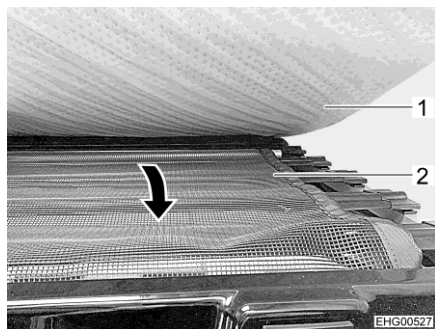

Fig. 52 Rete protettiva
- Sfilare la rete protettiva (Fig. 52,2) sotto il materasso (Fig. 52,1) e tenerla sopra l'apertura di ingresso.